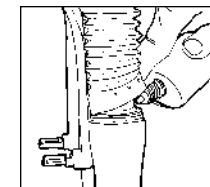

Fig. 4
1. Sollevare i parapolvere della forcella dai tubi inferiori. Pulire le superfici esterne e l'area della guarnizione Resi-wiper e del tubo superiore. Applicare da due a tre gocce di olio addizionato al teflon ai tubi superiori all'altezza della guarnizione Resi-wiper. (Vedere Fig. 4).